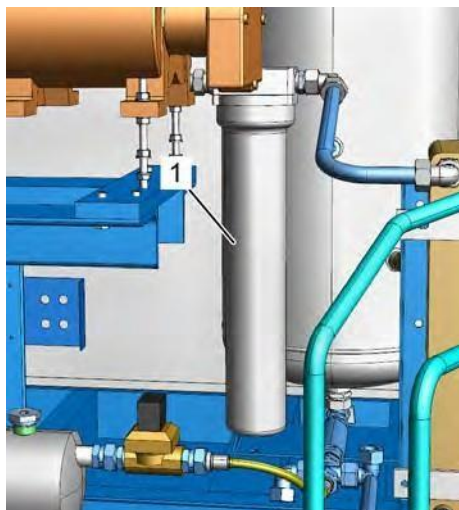

Рис. 50: Извлечение фильтра тонкой очистки
6. ➤ При помощи ленточного ключа отсоедините старый фильтр тонкой очистки (Рис. 50/1) и извлеките его.
10. ➤ От руки затяните новый фильтр тонкой очистки (Рис. 50/1).